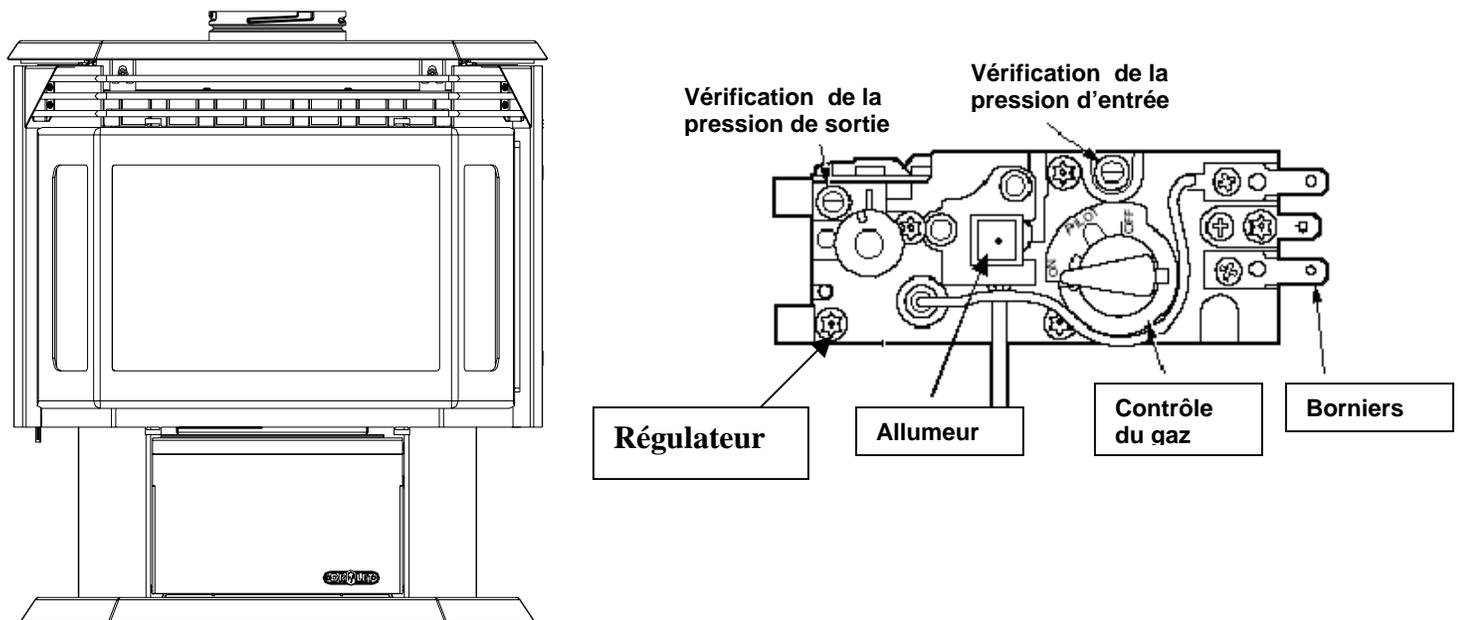

Figure 2
La porte vitrée et la grille supérieure doivent être installées avant de faire fonctionner l'appareil. Ne faites jamais fonctionner l'appareil si la porte n'est pas en place ou si la vitre est brisée, l'air vicié de l'appareil pourrait s'introduire à l'intérieur de l'habitation. Cet appareil ne peut pas s'employer avec des combustibles solides. N'utilisez pas de pièces ou matériaux autres que ceux recommandés par Osburn. Maniez la vitre avec précaution. On trouvera le panneau de contrôle illustré à la figure 2 ci-dessous en ouvrant la porte d'accès se trouvant sur le devant du piédestal.
1. Pour éteindre seulement le brûleur principal, éteignez l'interrupteur mural, le thermostat ou l'interrupteur Marche/Arrêt qui se trouve à gauche sous la tablette à cendres tel qu'illustré à la figure 2.
L'appareil est muni d'une valve dont le bouton « HI/LO » (Feu élevé/réduit) permet de contrôler le débit calorifique et la hauteur des flammes (voir la figure 2).
- La valve de contrôle est munie de dérivations permettant de mesurer la pression d'échappement et celle d'arrivée au gaz. (voir Figure 2).